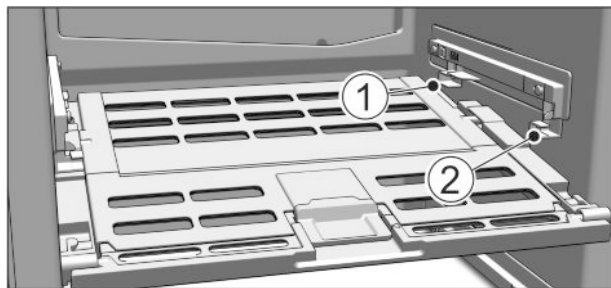

Fig. 10
- Deksel Fruit & Vegetable-Safe aanbrengen: Dekselranden van onder in de achterste houder Fig. 10 (1) plaatsen en van voren in de houder Fig. 10 (2) klikken.